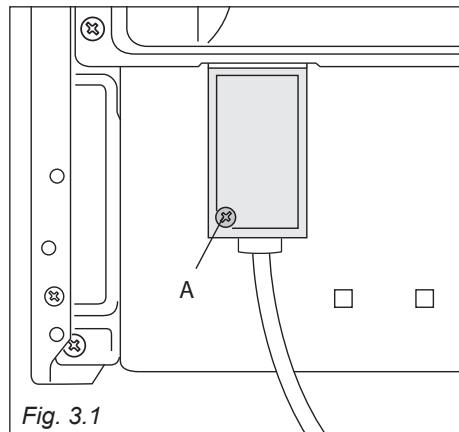

Fig. 3.1
- Svitare la vite di fissaggio della protezione “A” dietro la cucina (fig. 3.1).